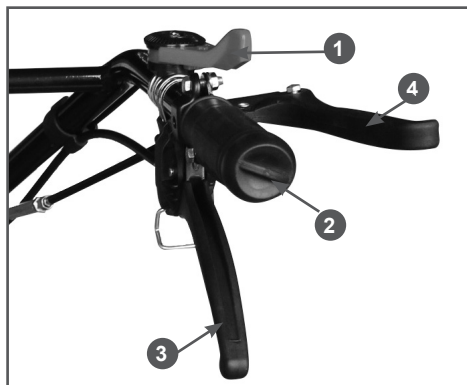

Рис. 14 Правая рабочая рукоятка
3. Рычаг газа 1 (Рис.14) переведите в положение минимальных оборотов двигателя по часовой стрелке.
Рычагом газа 1 (Рис. 14) регулируйте скорость движения мотоблока.